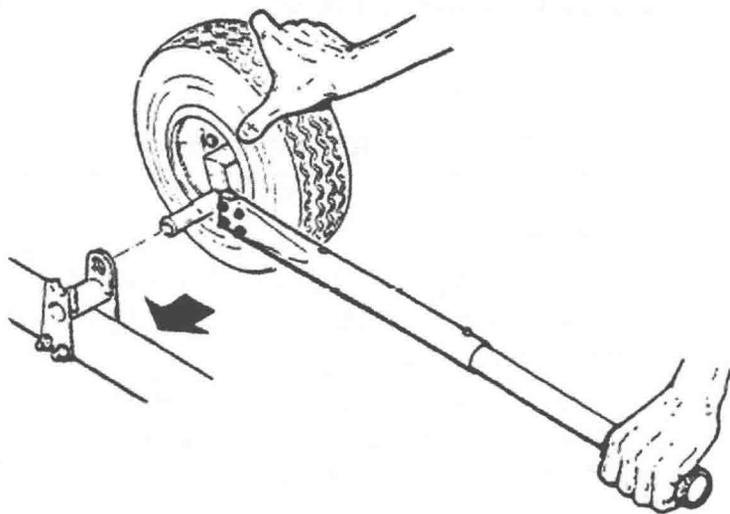

图 1-7 安装搬运轮-1
(1) 松开把手锁销, 向外滑把手来伸长把手直到锁销急速进入最外的孔。握住把手和机轮, 突出的心轴在最底部。将心轴插入撬管上的支撑架(见图 1-7)。